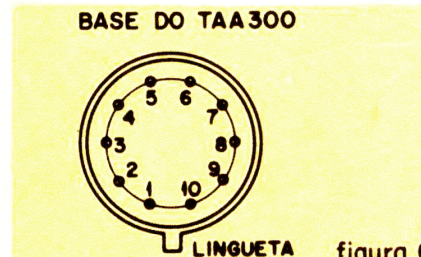

figura 6
- a) verifique a disposição dos terminais (ver figura 6)